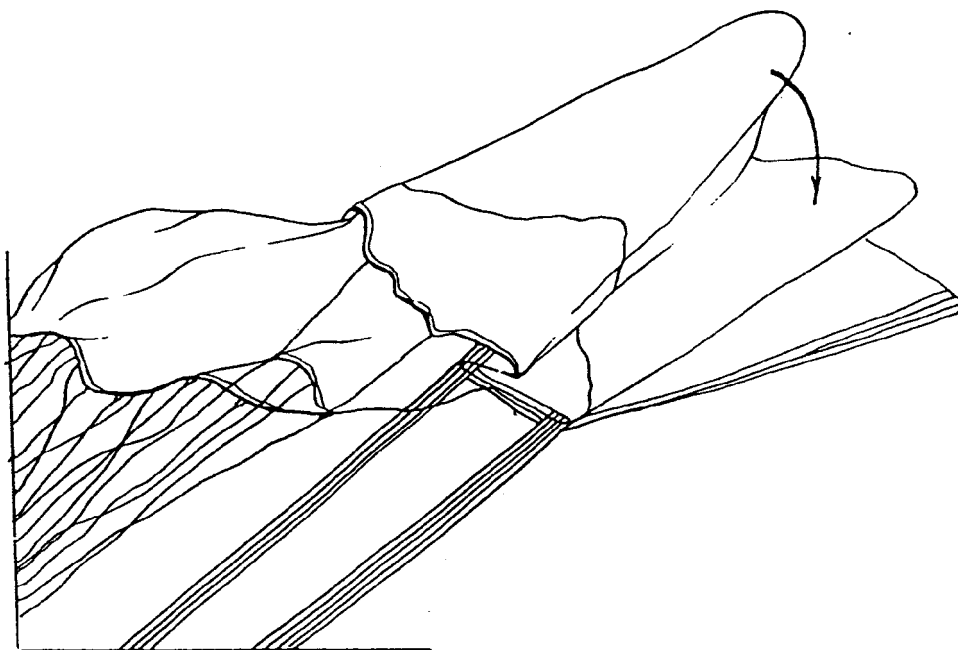
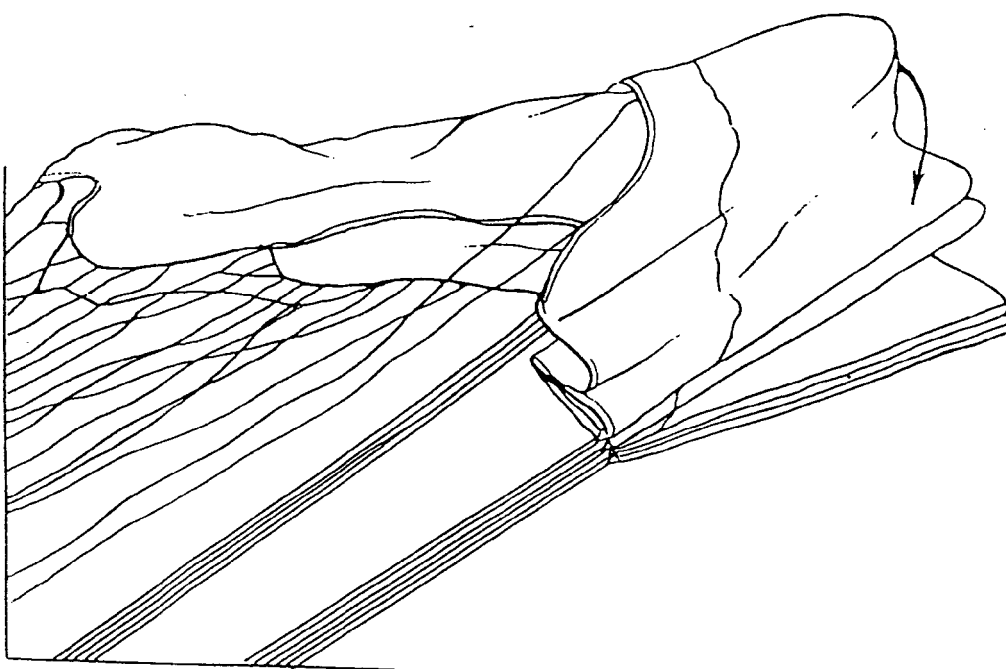

Рис.3
Рис. 4
- 2) таким же образом уложить полотнища напротив строп третьего (рис. 3) и четвертого рядов (рис. 4);